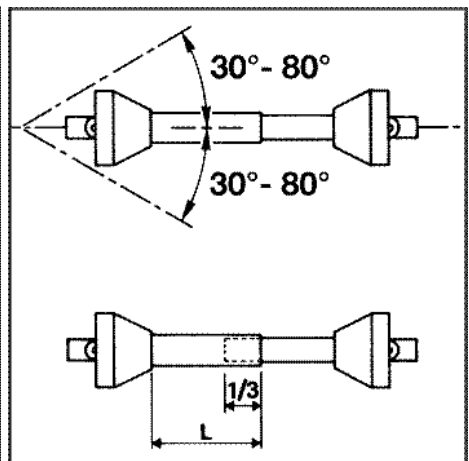

Fig. 13
- L'albero cardanico deve essere scelto in modo adeguato per quanto riguarda la lunghezza (Fig. 13) e la potenza trasmissibile.